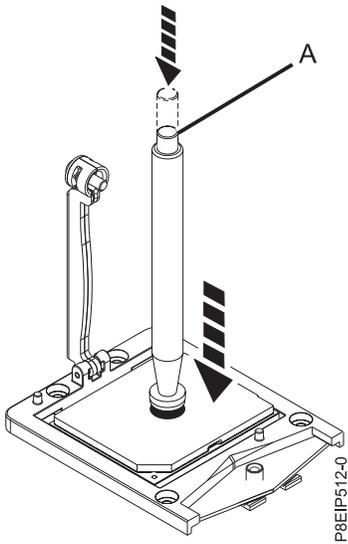

Figura 66. Abaixando a ferramenta de remoção no módulo de processador do sistema
7. Abaixar a ferramenta de pinça a vácuo no módulo de processador do sistema a ser instalado. Pressione totalmente a parte superior da pinça (**A**) e segure-a no centro do módulo de processador conforme mostrado na Figura 66. Libere a parte superior da pinça para prendê-la ao módulo de processador.